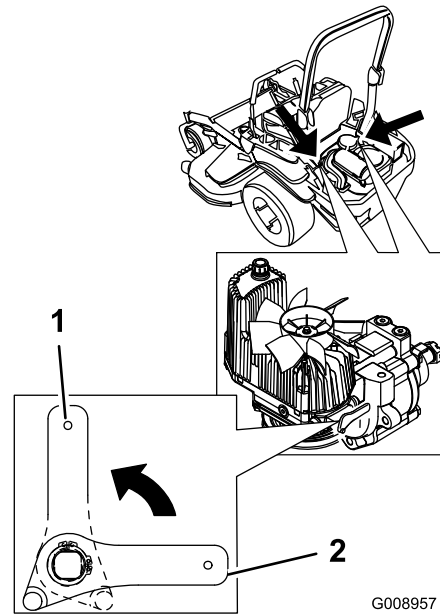

Figura 36
alrededor de la bomba, dejando que las ruedas giren (Figura 36).
4. Gire las palancas de las válvulas de desvío a la posición horizontal para conducir la máquina (Figura 36).